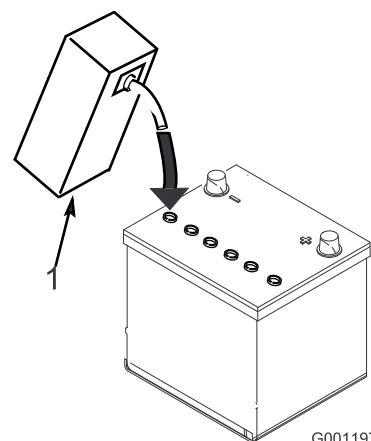

Figure 18
4. Attendez environ 20 à 30 minutes pour que les plaques aient le temps de s'imprégner d'électrolyte. Faites l'appoint au besoin pour que le niveau de liquide monte à 6 mm en dessous du creux de remplissage (Figure 18).